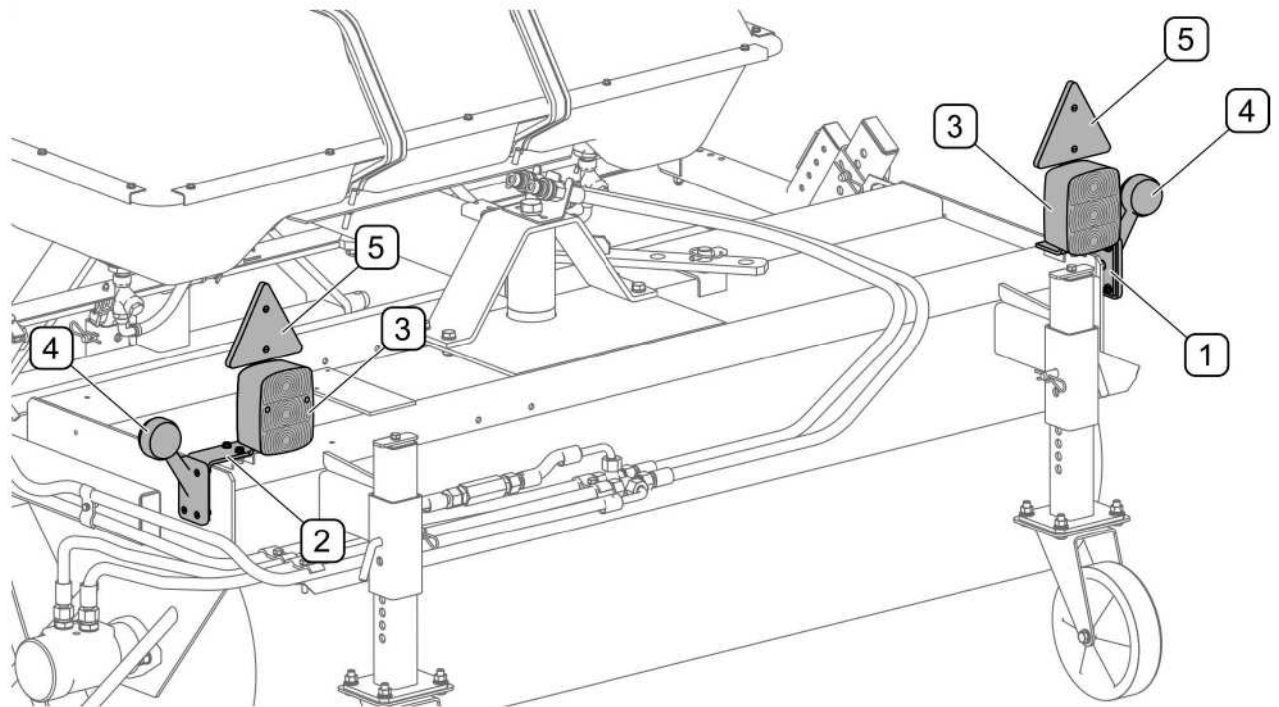

ABB. 4.11A Zusätzliche Beleuchtung auf der Rückseite der Kehmaschine
- Wenn die Kehrmaschine die Beleuchtung des Schleppers verdeckt, muss die Zusatzbeleuchtung (Abb. 4.11A) verwendet werden, die auf der Rückseite der Kehrmaschine befestigt wird (Zusatzausstattung).